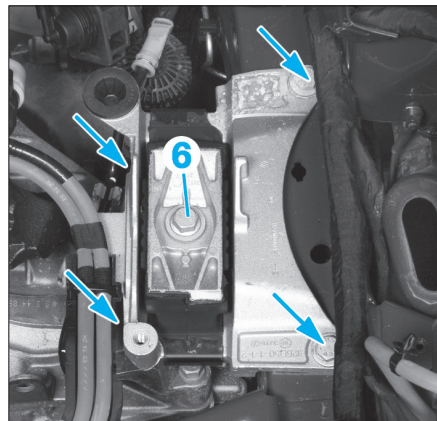

FIG. 7
- Déposer le support moteur gauche (6) (Fig.7).